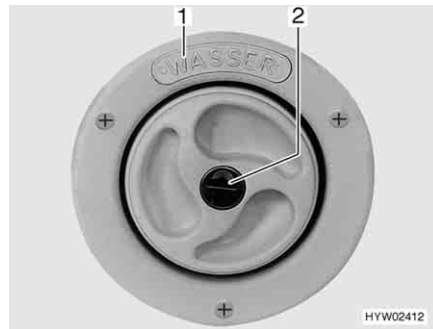
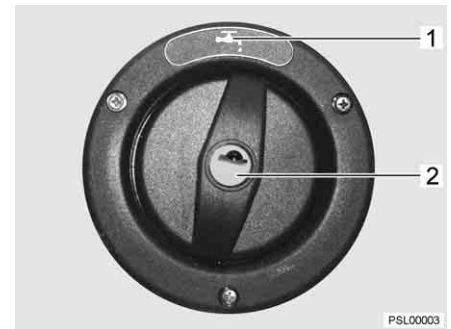

Bild 146 Påfyllningsöppning för dricksvatten
Bild 147 Påfyllningsöppning för dricksvatten (alternativ)
Påfyllningsöppningen för dricksvatten är märkt med texten "WASSER" (vatten) (Bild 146,1) eller med symbolen "W" (Bild 147,1). Locket låses och låses upp med nyckeln till de utvändiga låsen (utvändiga luckorna).
- Öppna påfyllningsöppningen för dricksvatten (Bild 146 resp. Bild 147) (se kapitel 6).